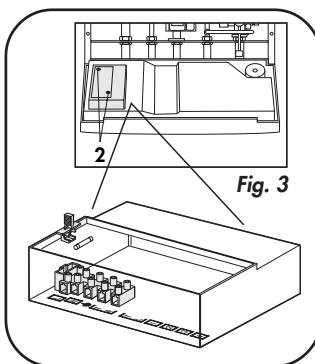

Fig. 3
- Svitare le viti 2 di fissaggio coperchio ed accedere ai collegamenti elettrici (fig.3).